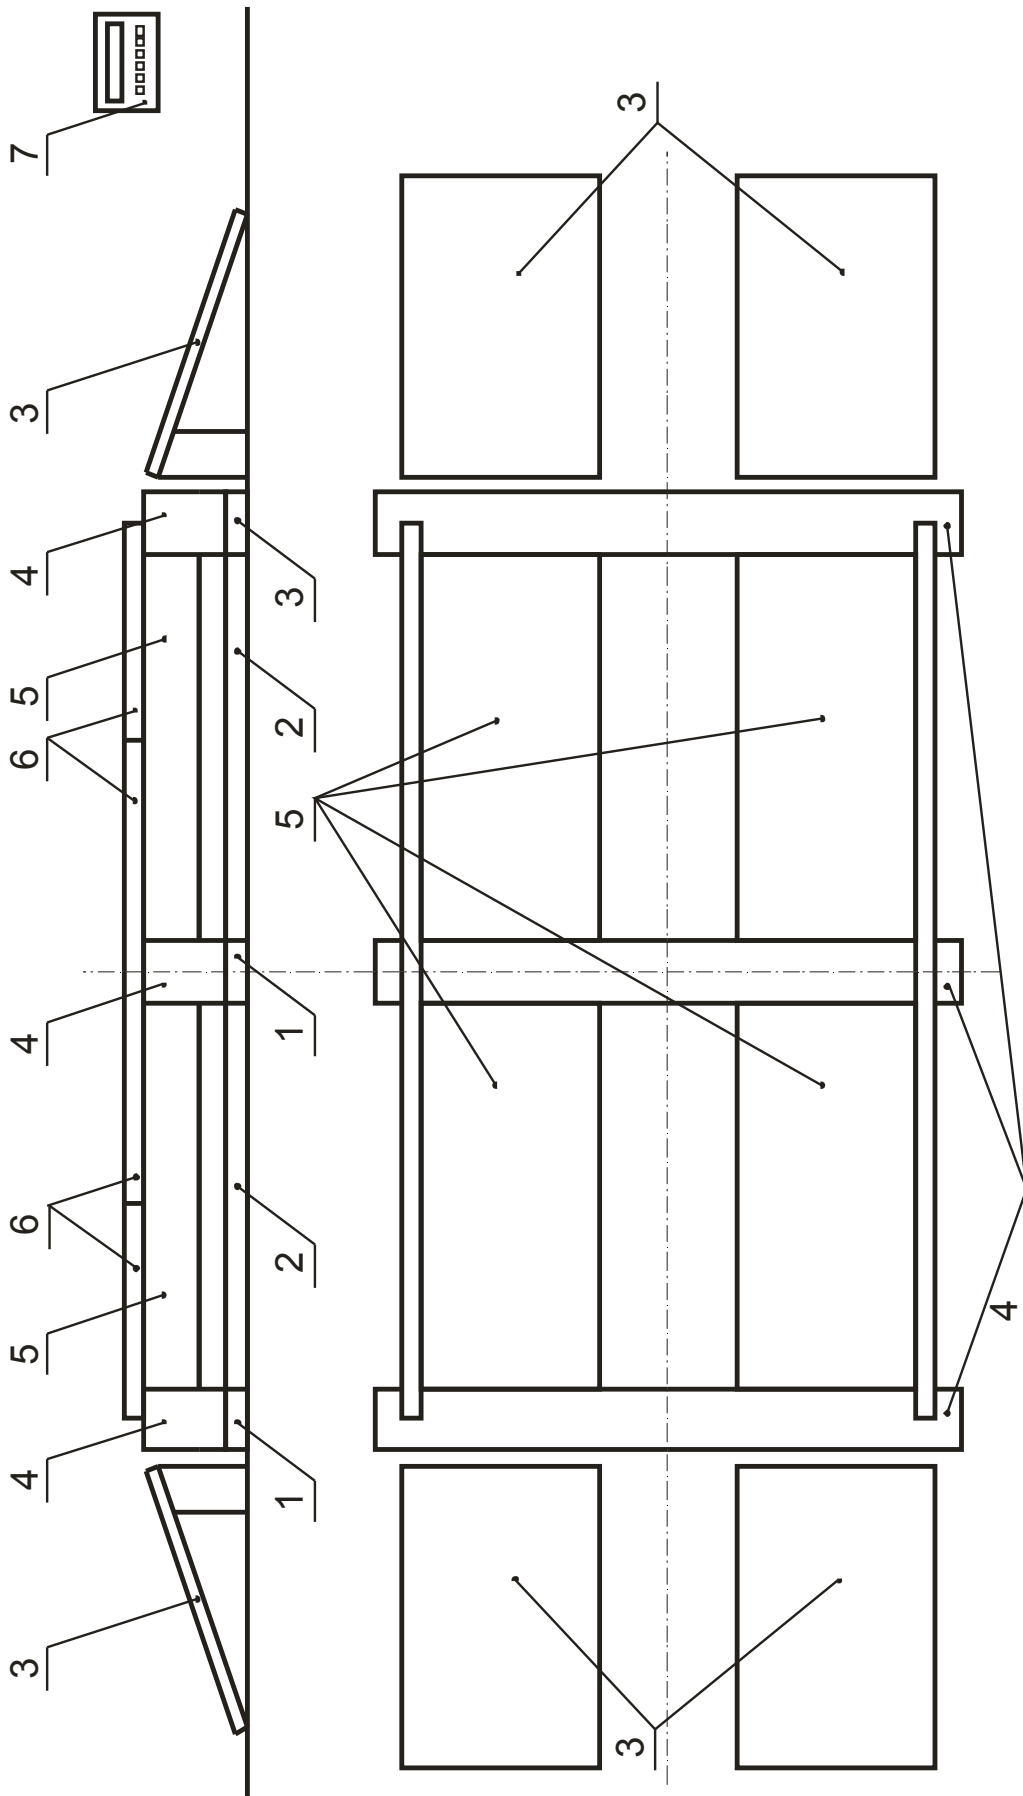

Рис.3 Весы модификации BSA-P40000-12.1.1.1
3.2.3. Весы модели ВСА-Р40000-12.1.1.1 показаны на рис.3, где